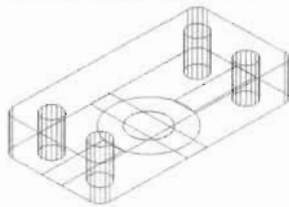

图 15-57
(2) 选择圆角矩形和 4 个小圆, 然后在命令行中输入 Extrude 命令, 将其拉伸 15 个单位的高度, 如图 15-57 所示, 命令执行过程如下。